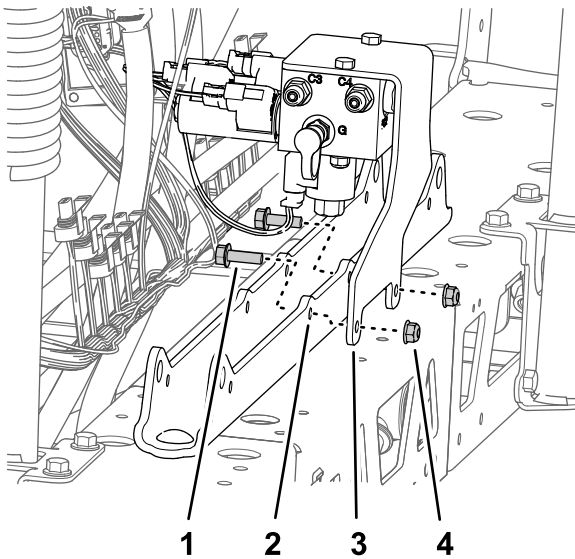

Figura 96
- A. Allineate i fori nella staffa di supporto per il collettore di sollevamento delle sezioni con i fori nel supporto del cilindro (Figura 96).
- B. Montate la staffa di supporto sul supporto del cilindro (Figura 96) con i 2 bulloni a testa flangiata (5/16" x 1") e il dado di bloccaggio flangiato (5/16") che avete rimosso al passaggio 1 di Rimozione del collettore di sollevamento